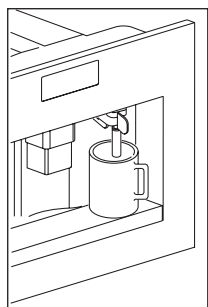

Fig. 12
- ▶ Coloque um recipiente por baixo bico de água (Fig. 12).